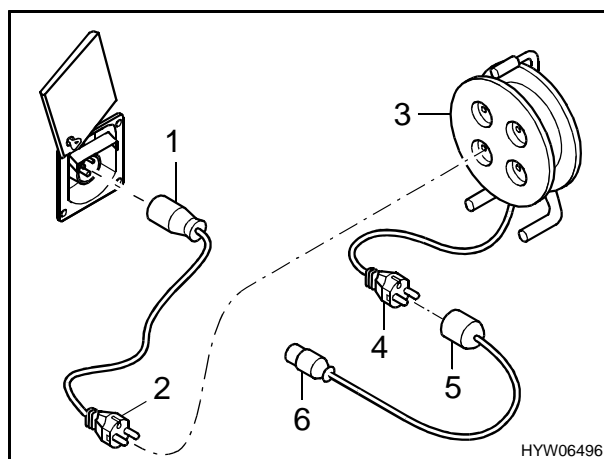

Fig. 65 Possibilità di collegamento per il collegamento a 230 V
- Ribaltare in alto la copertura (Fig. 65).
Giunto di collegamento CEE 17 con contatto di terra (Fig. 65,1) – spina con contatto di terra (Fig. 65,2).
Presina con contatto di terra (Fig. 65,3) – spina con contatto di terra (Fig. 65,4).
Giunto di collegamento con contatto di terra (Fig. 65,5) – spina CEE 17 con contatto di terra (Fig. 65,6).